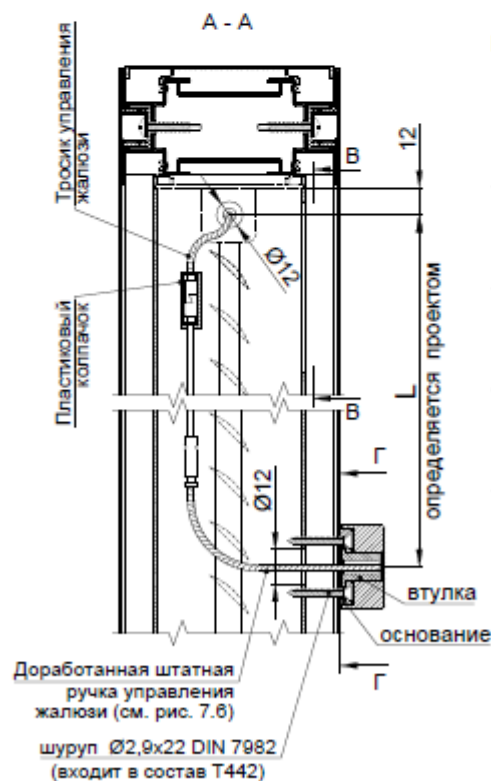
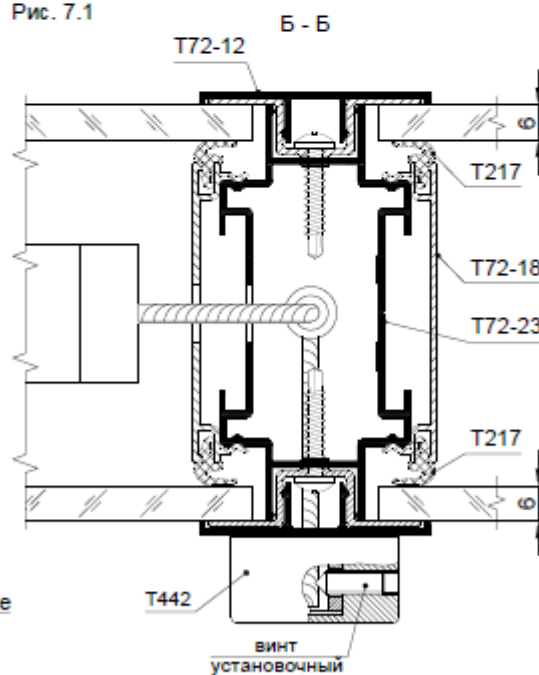
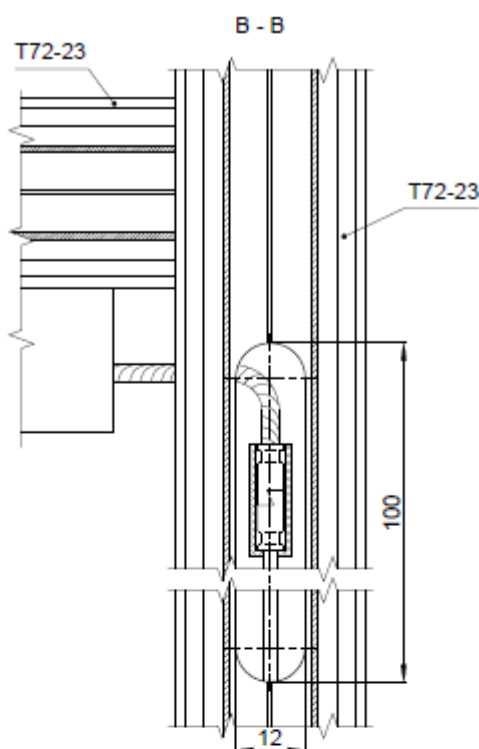
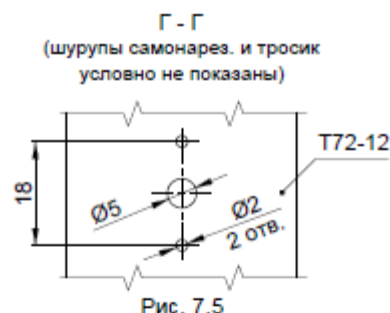

Рис. 7.2
Рис. 7.3
Рис. 7.4
Рис. 7.5
Ниже рассмотрен вариант установки жалюзи с доработкой штатного привода управления. Установка привода жалюзи с ручкой управления T443 аналогичная и отличается от рассмотренного варианта только тем, что паз 100x12 мм (см. рис. 7.4) выполнять не нужно.
2. В боковой пов-ти крышки T72-18 и стойки T72-23 просверлить отв. Ø12 мм для вывода тросика управления жалюзи (см. рис. 7.2).
4. С лицевой стороны стойки на уровне отв. Ø12 мм выполнить паз 100x12 мм (см. рис. 7.4). На расстоянии L от тросика управления жалюзи просверлить отв. Ø12 мм (см. рис. 7.2).
7. После остекления проема и фиксации заполнения отрезками омегаобразного профиля T72-11 (длина 100 мм, шаг 300 мм) просверлить отв. Ø5 мм в крышке T72-12 для вывода тросика ручки управления наружу (см. рис. 7.5).
9. Продеть тросик через втулку регулятора жалюзи (см. рис. 7.2). Надеть на втулку основание регулятора и прикрепить его к крышке T72-12 двумя самонарезающими шурупами Ø2,9x22 DIN 7982 через предварительно просверленные отв. Ø2 мм (см.рис.7.5). Тросик натянуть и отрезать на расстоянии 20 мм от торца втулки. Важно, чтобы тросик не перекручивался в стойке в процессе эксплуатации. Ручку регулятора надеть на втулку, совместив ось установочного винта (см. рис. 7.3) с осью отверстия на цилиндрической пов-ти втулки. Ручку прижать к основанию регулятора и затянуть установочный винт шестигранным ключом 2 мм. Проверить работоспособность ручки управления.